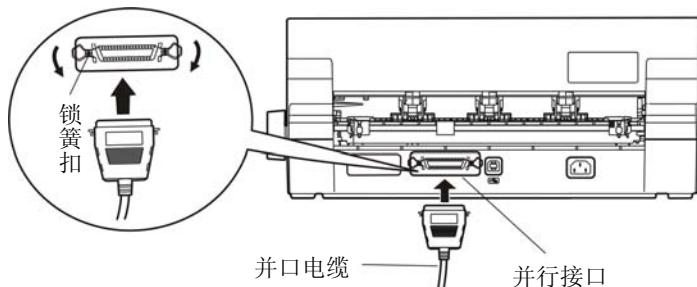
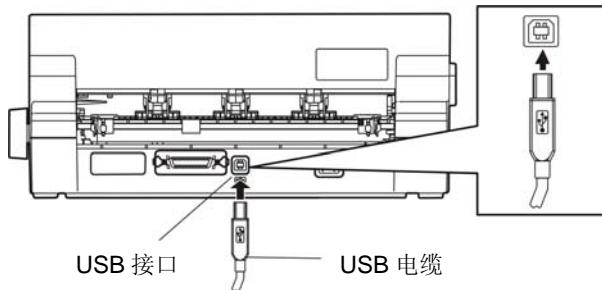
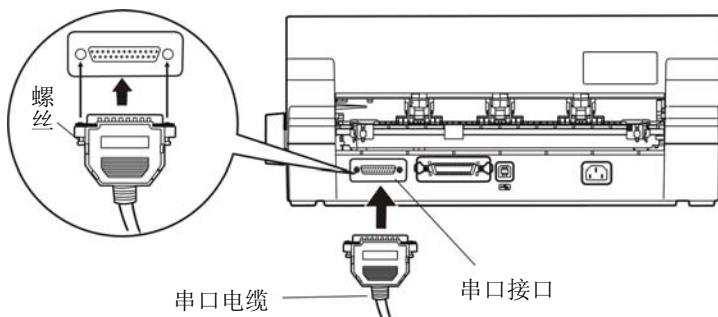
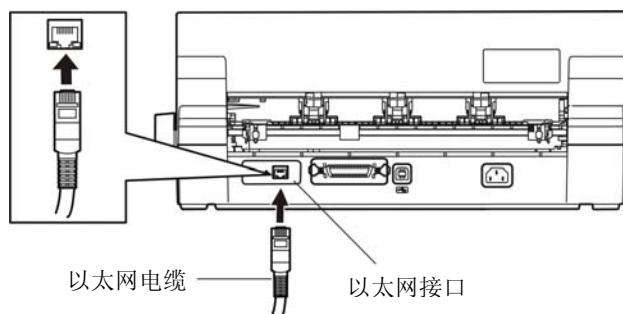

图 2-9 连接并口电缆
图 2-10 连接 USB 电缆
图 2-11 连接串口电缆
图 2-12 连接以太网电缆
本打印机可选配并行接口、USB 接口、串行接口或以太网接口（产品的具体接口配置，以实物为准）。请根据需要，用相应的接口电缆把打印机与计算机相连〔如图 2-9、图 2-10、图 2-11 和图 2-12 所示〕。
1. 关闭计算机与打印机的电源，将并口电缆插头连接到打印机的并行接口，扣上连接器两侧的锁簧扣，使插头固定（如图 2-9 所示）。
1. 将 USB 电缆的 A 端插头（扁型）插进计算机的 USB 接口插座中（如图 2-10 所示）。
1. 关闭计算机与打印机的电源，将串口电缆插头连接到打印机的串行接口，拧紧两侧的螺丝，使插头固定（如图 2-11 所示）。
将以太网电缆的 RJ-45 水晶插头一端插进打印机的以太网接口插座中，另一端插头连接到局域网的接入端（如图 2-12 所示）。